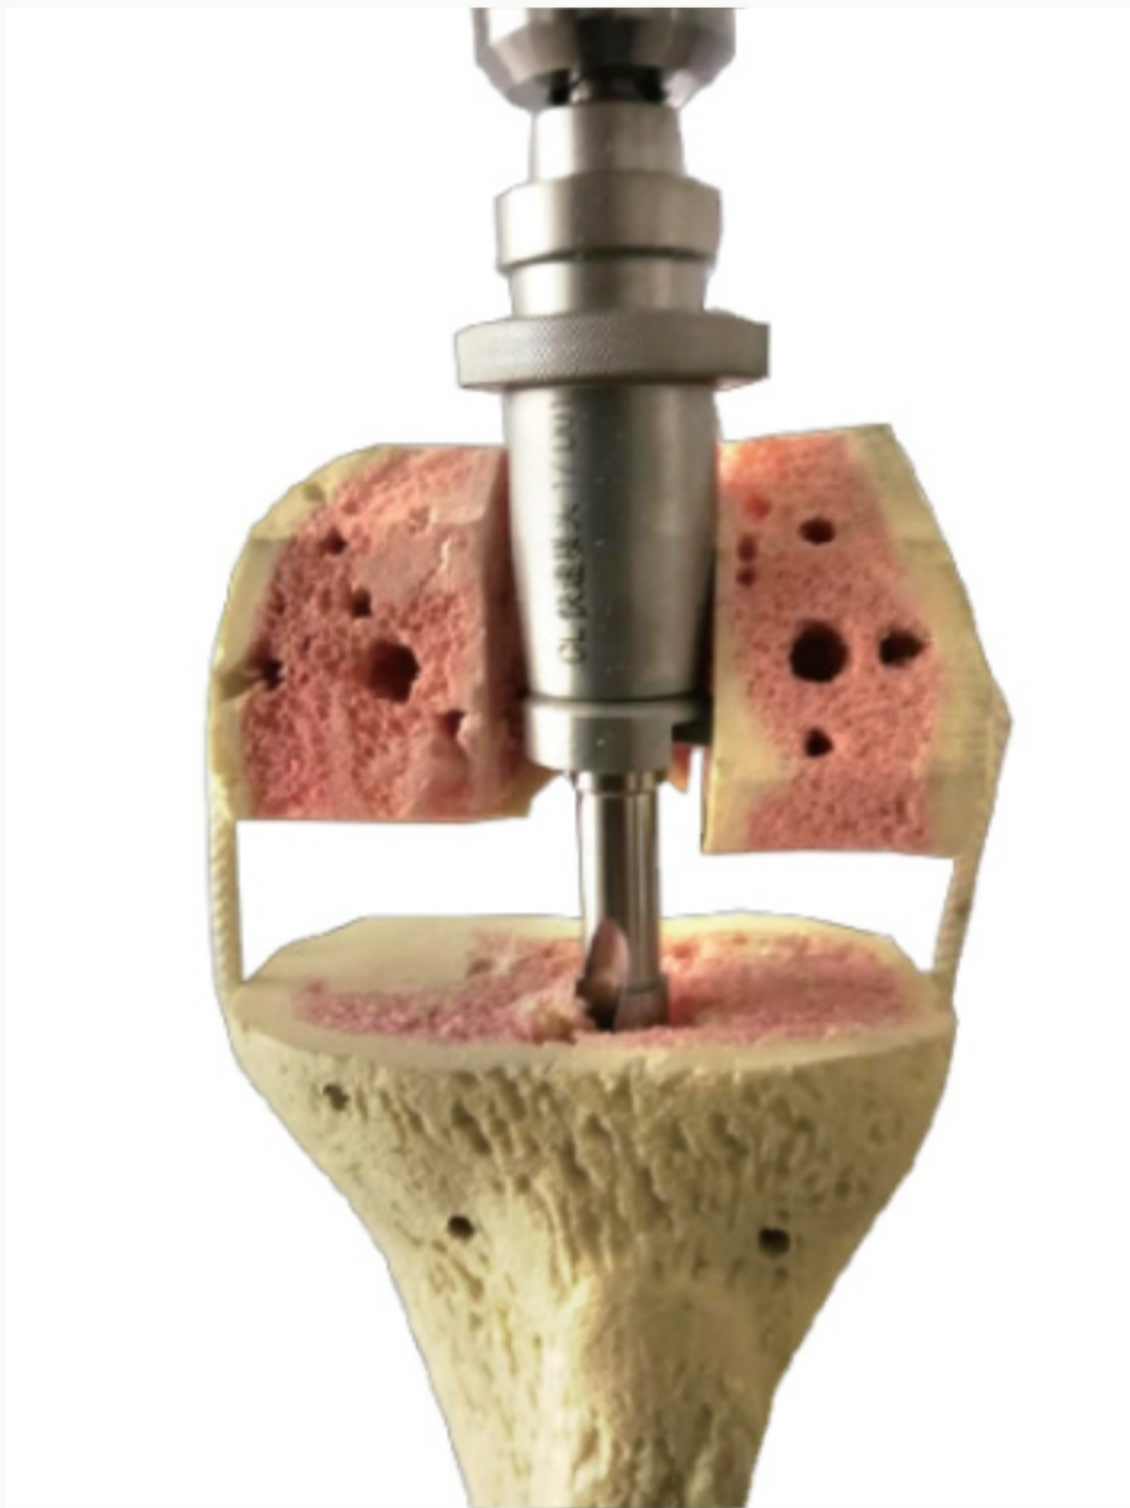

FIG. 1: FRESA INTRAMEDULAR TIBIAL
- a. Tras limpiar el cemento, si es necesario perfora un orificio inicial centrado con broca de 8 mm (para cirugía de revisión, a 15 mm frente al hueso cortical). Aumente gradualmente el diámetro de la fresa desde 9 mm hasta que la fresa contacte con el hueso cortical (Fig. 1).